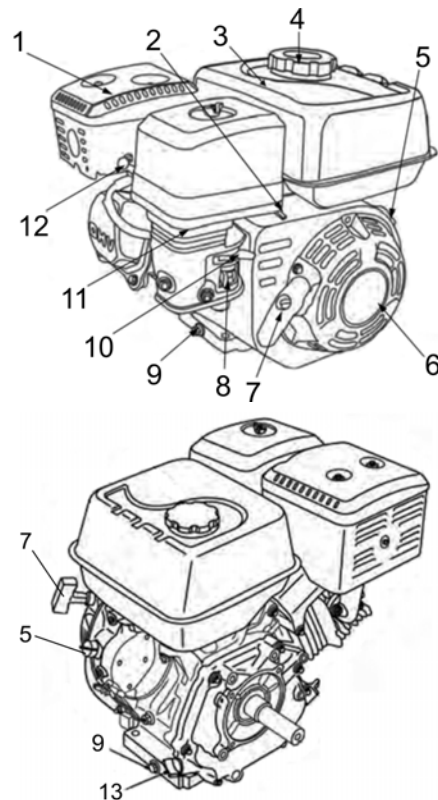

Abb. 14: Motor
Motor (Abb. 14)
Ölablassschraube (9): Die Ölablassschraube (9) befindet sich an der Rückseite des Motors (→ Abb. 14).